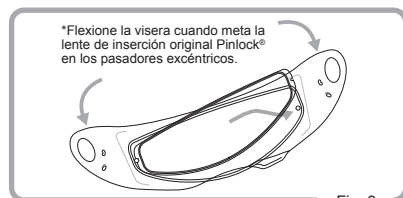

Fig. 3
2. Flexione la visera con cuidado hasta que quede plana. A continuación, encaje el otro lado de la lente de inserción original Pinlock® en los pasadores excéntricos y después deje que la visera vuelva con cuidado a su forma curva original. Asegúrese de que la lente de inserción original Pinlock® esté encajada dentro del hueco (Fig. 3, 4 y 5). (Sigue 3 en la página siguiente)